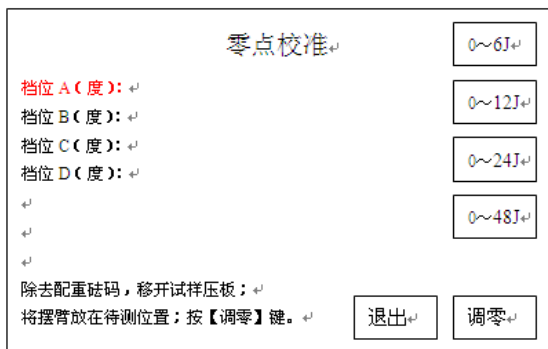

图 13
6.4.1 点击图 2 界面中的“②零点校准”，进入图 10 界面，输入密码“12345”，点击“确认”键，进入图 13 所示界面：
6.4.3 A 档调零：不挂任何分档砝码轻轻将摆臂（空载时）放到水平位置，点击图 13 界面中 A 档位“0-6J”，“档位 A（度）：”字样变成红色，按“调零”键，拉动操作手柄放下水平摆，听到蜂鸣器“滴”一声，A 档位调零完成。